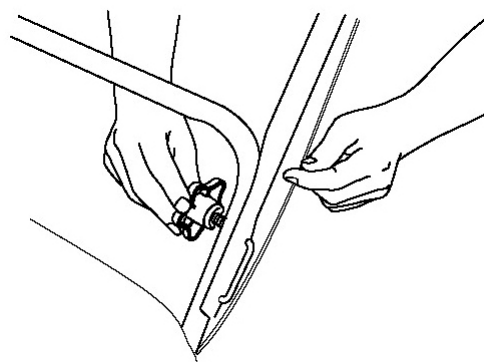

Рисунок 4
2. Вставьте U-образный блокиратор рукоятки в отверстия на рукоятке и хорошо затяните барашковые гайки (Рис. 4).